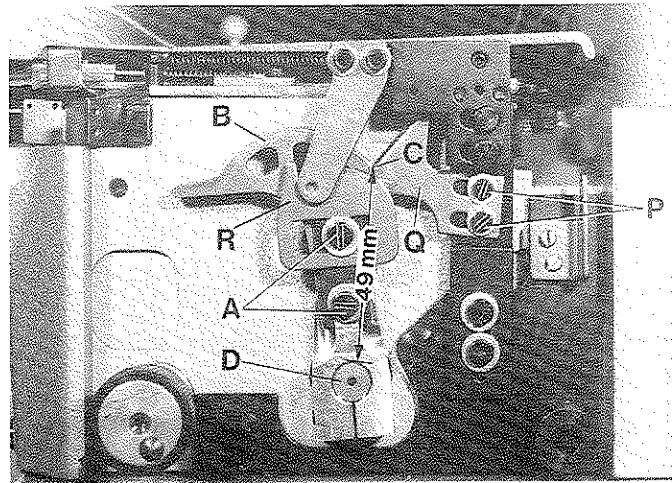

Fig.22
- Loosen the two screws (A, Fig. 22) and set the take-up cams (B) so that the distance between upper edge of rocker shaft (D) and corner (C) on take-up cams (B) is 49 mm (1 15/16 in.) (see Fig. 22). Retighten screws (A).
- For timing the "cast-off" of the looper threads turn handwheel in operating direction until the tips of the descending needles are even with the bottoms of the blades of loopers moving to the right. At this moment the looper threads simultaneously should be forced by the cast-off finger (Q, Fig. 22) over corner (C) on take-up cams (B). At the same time the nose on auxiliary take-up cam (R, Fig. 22) should just contact the looper threads.
- Lösen Sie die beiden Schrauben (A, Fig. 22) und stellen Sie die Abzugskurven (B) so, daß zwischen der Oberkante der Schwinghebelwelle (D) und der Ecke (C) an den Abzugskurven (B) ein Abstand von 49 mm ist (siehe Fig. 22). Ziehen Sie die Schrauben (A) wieder an.
- Zum Einstellen des Abzug-Zeitpunktes der Greiferfäden drehen Sie das Handrad in Nährichtung, bis die nach unten gehenden Nadelspitzen mit den Unterkanten der Klingen der sich nach rechts bewegenden Greifer bündig sind. In diesem Augenblick müssen die Greiferfäden vom Abzugsfinger (Q, Fig. 22) über die Ecke (C) der Abzugskurven (B) geschoben werden. Zum gleichen Zeitpunkt muß die Nase an der Zusatz-Abzugskurve (R, Fig. 22) die Greiferfäden gerade berühren.